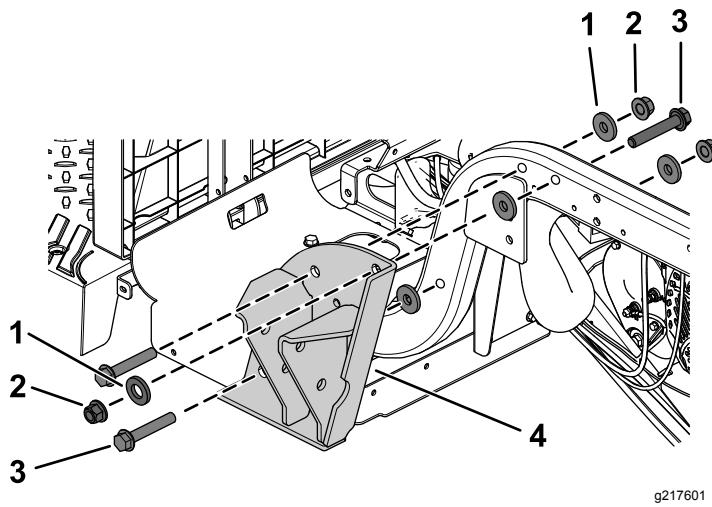

Рисунок 18
- Установите кронштейн ROPS с помощью 3 болтов с фланцевыми головками (1/2 x 3 дюйма), 5 плоских шайб (1/2 дюйма) и 3 контргаек (1/2 дюйма), как показано на Рисунок 18.
Примечание: Убедитесь, что 2 плоские шайбы (1/2 дюйма) установлены снаружи, как показано на Рисунок 18.